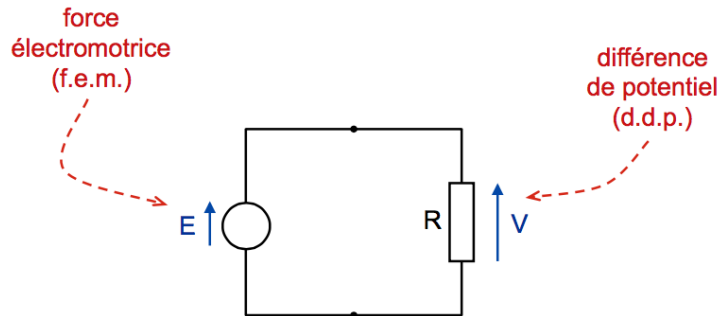

FIGURE 1 – Une force électromotrice
**Force électromotrice** La ddp d'une source idéale est appelée *force électromotrice* (fig 1)